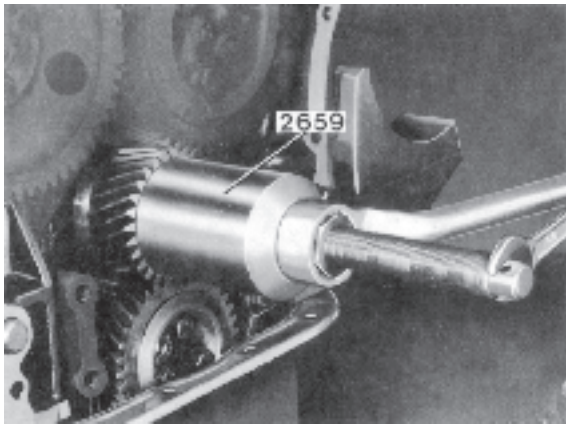

Fig. 50 Montage du pignon de vilebrequin
1. S'assurer que la clavette du vilebrequin a été remise en place. Remonter le pignon de vilebrequin en se servant de l'outil 2659 (fig. 50).